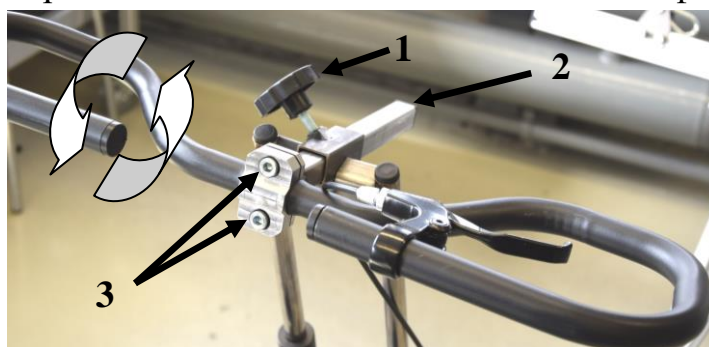

Рисунок 12
- ✓ ослабить установочные винты (3, рис.12) шестигранным ключом;
- ✓ отрегулировать необходимый угол наклона руля относительно горизонтального штока (2) (как показано на рис.12);